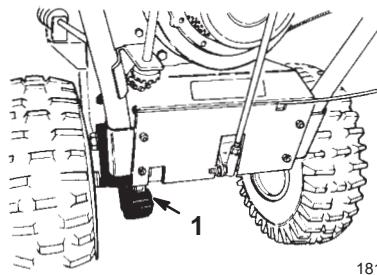

Figure 33
2. Lubrifiez légèrement la chaîne d' entraînement avec un lubrifiant spécial (Fig. 33).